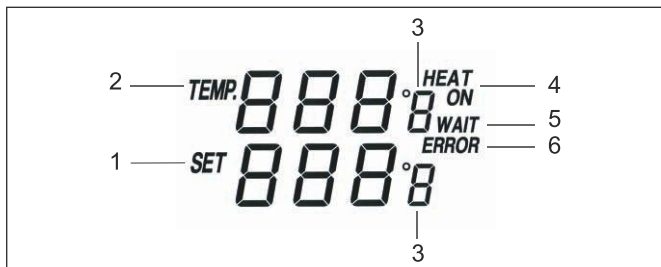

Fig.53: Wyświetlacz LCD
*Jeśli kolba lutownicza nie jest podłączona lub jest uszkodzona, przy włączonej stacji lutowniczej rozlega się dźwięk ostrzegawczy i na wyświetlaczu pojawia się migający komunikat o błędzie „ERROR”. Patrz również rys. 53.*